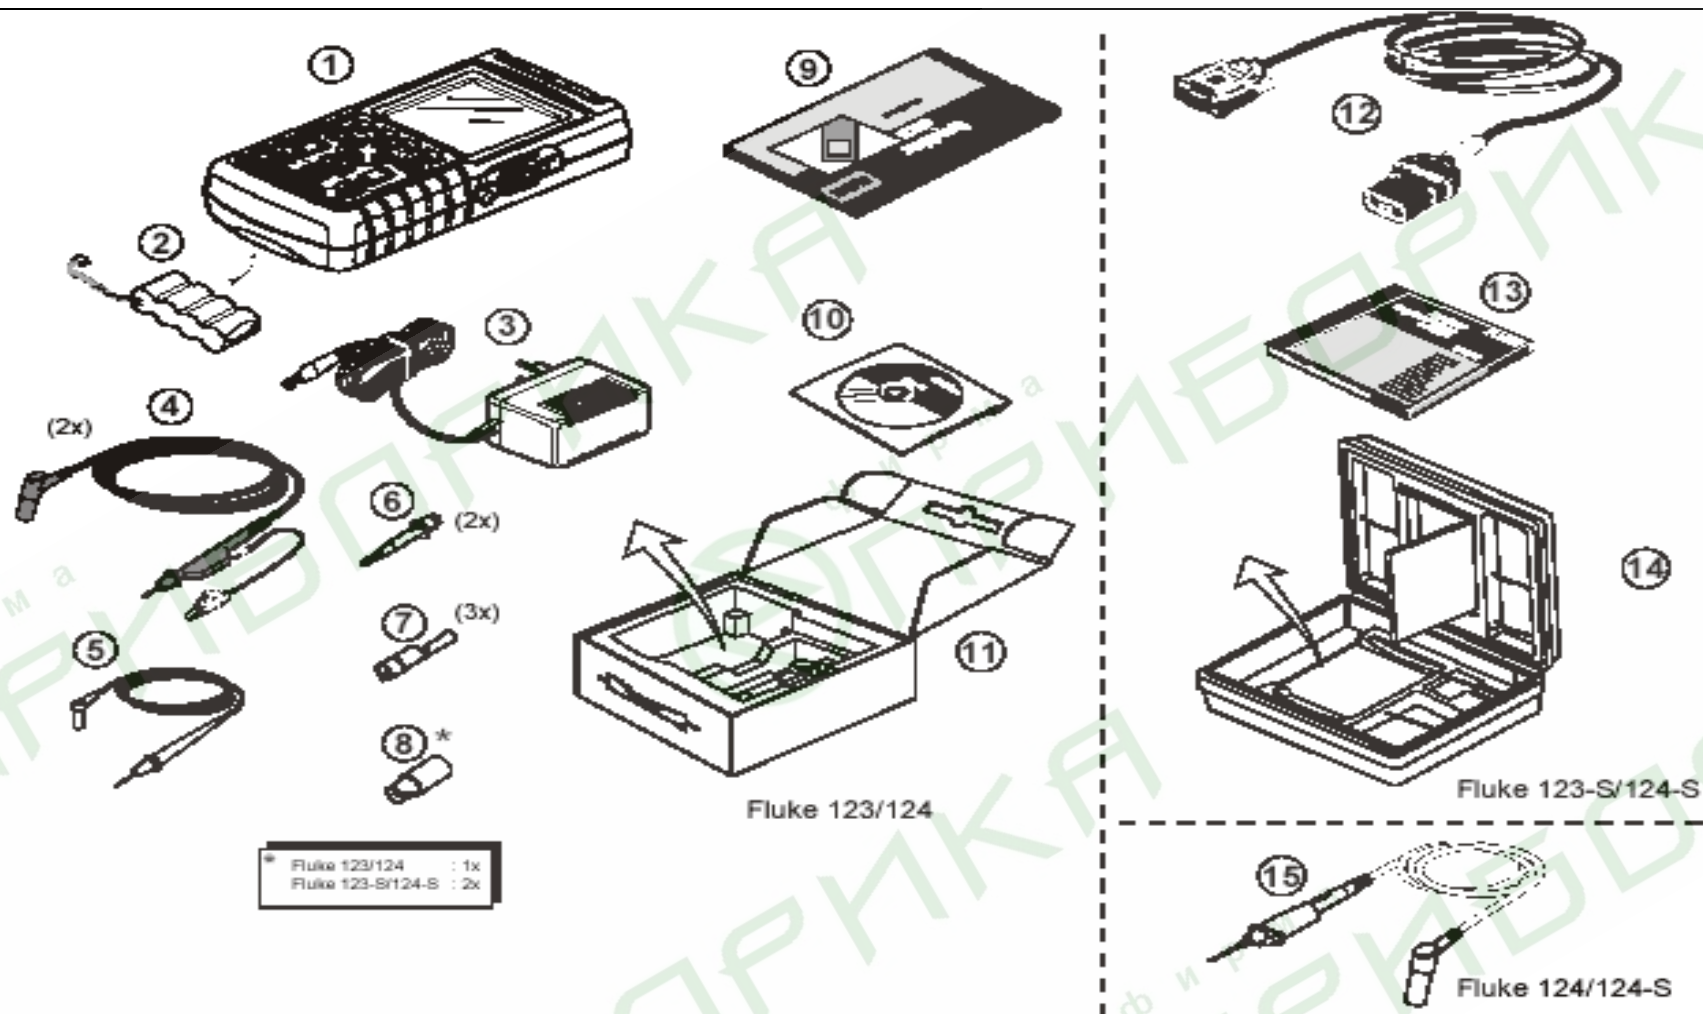

Рис. 1: измерительный комплект ScoreMeter
В измерительный комплект включены следующие предметы (см. рис.1):
- ◆ не подсоединяйте провод заземления (рис.1 предмет 5) к напряжению более 42 В (30 В среднекв.)